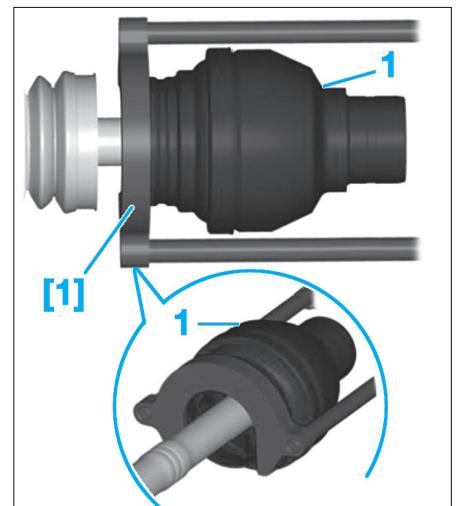

Fig. 12
- A l'aide de l'outil [1] et de l'extracteur à inertie [2] déboîter de l'arbre de transmission le joint homocinétique (1) (Fig.12).